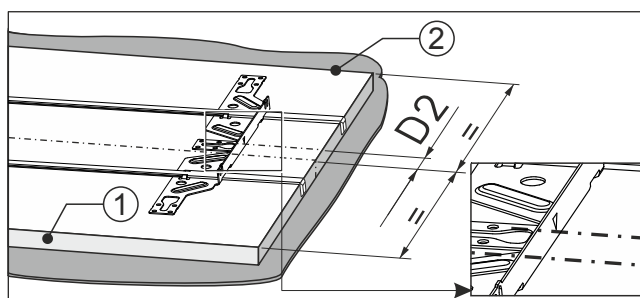

Fig. 97
- Značka upevňovacího příčníku se kryje se značkou Fig. 97 (D2).